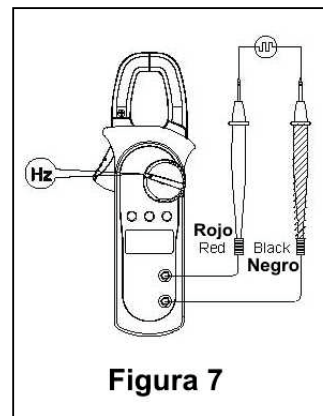

Figura 7
E. Medición de Frecuencia (ver figura 7).